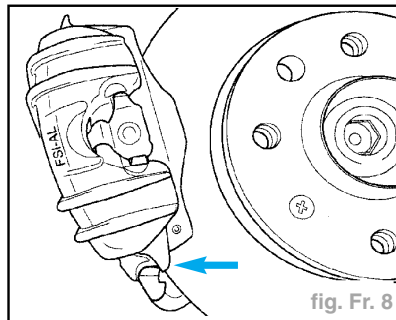

fig. Fr. 8
- Positionner le boîtier d'étrier de frein sur le tenon (flèche) d'abord dans la partie inférieure (fig. Fr. 8).